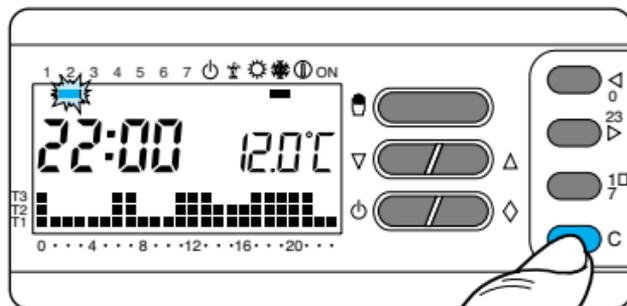

Fig. 42
8.5 -Se per il giorno dopo o successivi si desidera avere lo stesso programma, premendo il pulsante C (fig. 42) il programma viene automaticamente copiato per i giorni via via indi-